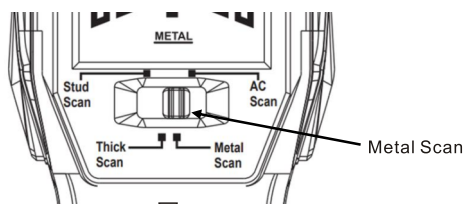

图6
① 选择探测模式，将模式开关拨动到第三个档位Metal Scan模式（图6）。